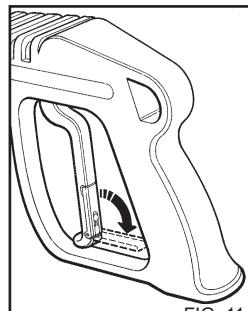

FIG. 11
- Stäng greppets säkerhetsanordning när rengöringsmaskinen inte används (fig. 11).